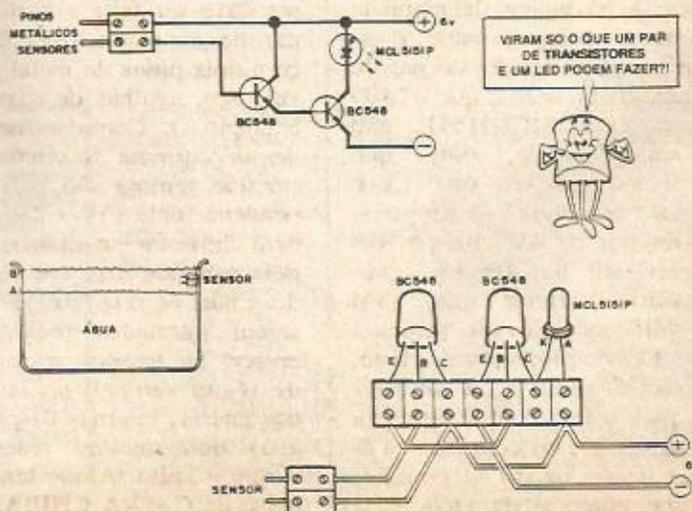

Fig. 1
- 2 - Continuando com as colaborações do André, af está o projeto "complementar" ao mostrado na fig. 1: um ALARME DE CAIXA VAZIA! Utilizando com inteligência transístores que precisam de polarização inversa em relação aos usados no esquema 1 (aqueles eram NPN, os de agora são PNP) porém em semelhante configuração super-amplificadora, a elevada resistência da água, ao "submergir" os pinos metálicos sensores, permite a passagem de pequena corrente suficiente para "proibir" a amplificação do par de transístores, com o que o LED pisca-pisca MCL5151P não pisca! Contudo, assim que (baixando o seu nível...) a água "descobrir" os sensores, o resistor de 4M7 para a fornecer, aos transístores, a necessária corrente que, após amplificação elevada, acionará o LED pisca-pisca. Este, então, funciona como um alerta para o fato de que "a caixa está vazia", ou com nível d'água muito baixo! O circuito, assim como o da idéia 1, é alimentado por 6 V.C.C. (pi-
- **NOTA DE ABC (1)** - Embora o André não tenha mencionado isso, a confecção lógica dos sensores deve ser feita a partir de um par de conetores tipo "Sindal", com dois pinos de metal inoxidável (aço, agulhas de costura, por exemplo...). Como as necessidades de corrente do circuito 1 e 2 (mesmo juntos) são baixas, uma pequena fonte (6V x 250mA) poderá alimentar simultaneamente os **dois módulos** (fig. 1 e 2), podendo então os respectivos sensores serem instalados (colados com **epoxy**, ou fixados numa espécie de régua vertical, apoiada numa das laterais internas da caixa d'água) num mesmo reservatório. Assim o Leitor/Aluno terá tanto o aviso de CAIXA CHEIA, quanto o de CAIXA VAZIA, num só sis-
tema, muito útil e prático! Outro complemento: se, no aviso de CAIXA CHEIA (fig. 1), Vocês usarem o LED pisca-pisca **verde** (MCL5251P), terão um sistema de aviso ainda mais perfeito, com luz **vermelha** (MCL5151P) para o alarme de caixa "no osso" e **verde** para o aviso de água "no topo"!